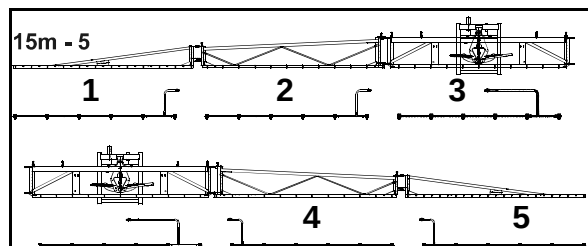

Fig. 64
4. Ange N-faktorn via funktionsknappen  i cm. Sprutans hjul ska börja styra på samma ställe som traktorns bakhjul (Fig. 64/1)!
- Öka mått a (Fig. 64) till N-faktorn.
- Minska mått b (Fig. 64) från N-faktorn.